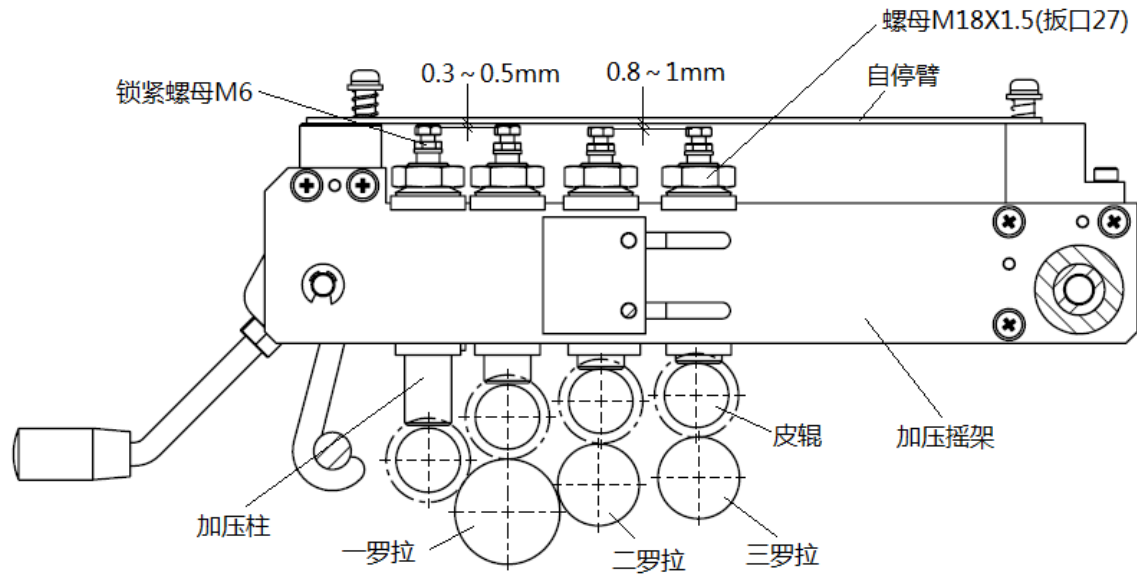

图4-9a 摇架加压自停调整示意图
b).加压自停的调整：松开螺母，调整各加压轴顶部螺栓，使其在带原料并加压的情况下与摇架上自停臂的间隙，间隙大小按图示调整，一罗拉上的加压柱距离0.3~0.5mm；二、三罗拉上的加压柱距离0.8~1mm。如调整过近，棉条稍有波动造成接触，经常报警停车，不利于连续生产；调整距离过大设备故障不能及时停车，可能损坏机件。调整完成锁紧螺母。见图4-9a摇架加压自停调整示意图。此调整须在带棉条试纺情况下调整。